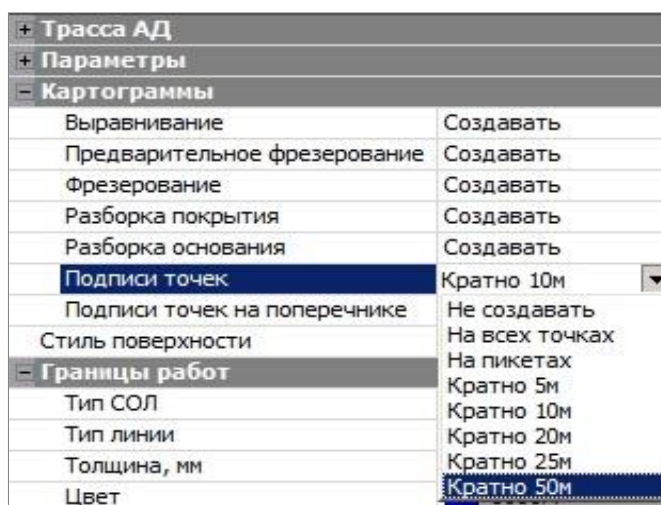

Рис. 3. Настройки подписей точек
- Подписи точек (рабочие отметки) настраиваются через параметры **Подписи точек** и **Подписи точек на поперечнике** (рис. 3).
Рельефные точки передаются в слой *Модель объемов*. По ним строится поверхность, стиль отображения которой указан в настройках команды для строки **Стиль поверхности** (рис. 3).
Структурообразующие линии (СОЛ) по границам работ создаются согласно настройкам группы параметров **Границы работ** (рис. 3). Они хранятся в слое *Линия границы работ*.